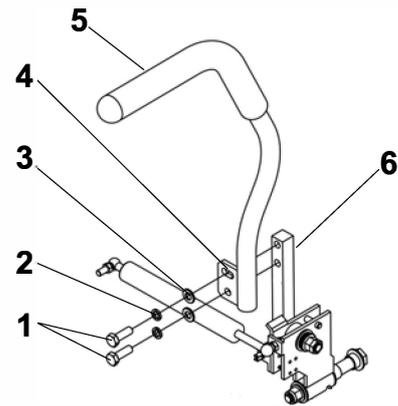

Fig.20
2. 2. Lösen Sie die untere Schraube gerade genug, um den Steuerhebel nach vorn oder hinten zu schwenken. Abbildung 20. Ziehen Sie beide Schrauben fest, um die Steuerung in der neuen Position zu sichern.